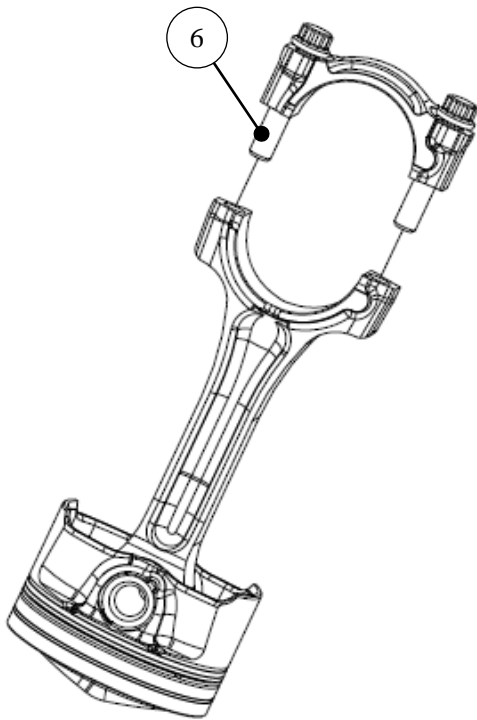
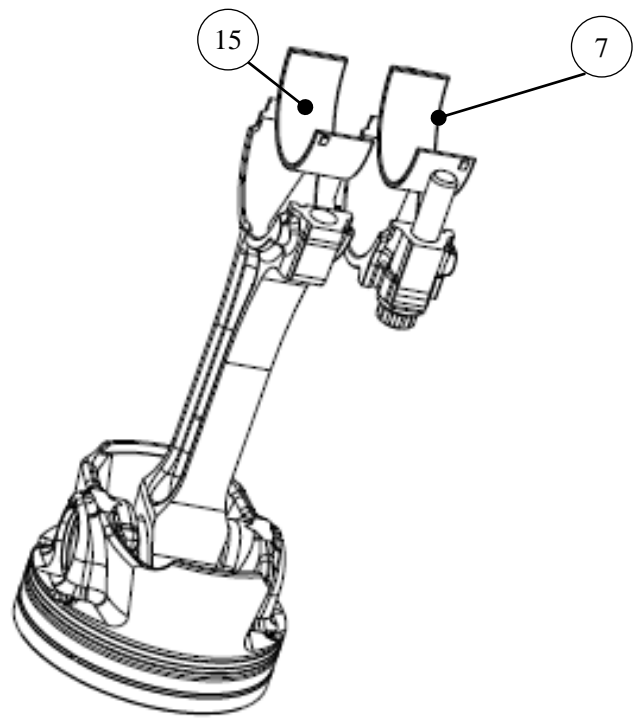

图 C-10 连杆盖的拆卸
图 C-11 连杆瓦的装配
- 1)、松开连杆螺栓⑥，拆卸连杆盖，并清理连杆涨断面，如图 C-10；
- 2)、选择对应级别的上连杆瓦⑮、下连杆瓦⑦（见附录 4.2 连杆轴瓦分级表）；
- 3)、分别将上连杆瓦、下连杆瓦放入连杆体、连杆盖相应定位槽位置，如图 C-11，压装好上连杆瓦、下连杆瓦，确保钢背与连杆大头孔贴合好，并在各上、下连杆瓦内圆表面涂发动机润滑油。